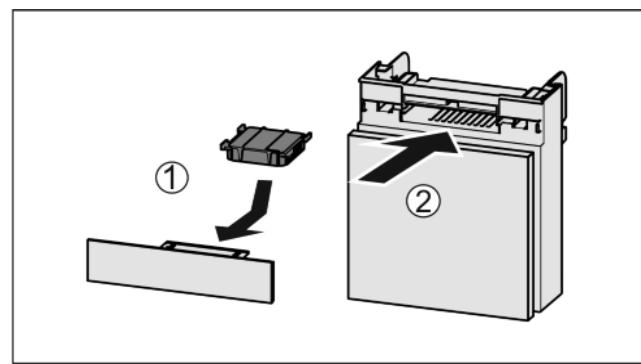

Fig. 65
- Filtr s aktivním uhlím vložte podle vyobrazení Fig. 65 (1).
- Zásuvku zasuňte Fig. 65 (2).